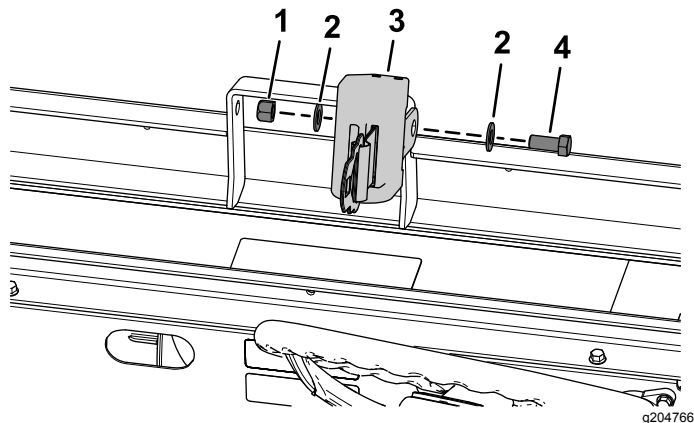

Figura 21
4. Montate una cintura di sicurezza utilizzando un bullone a testa esagonale (7/16 x 1"), 2 rondelle piane (7/16") e un dado di bloccaggio (7/16") come illustrato nella Figura 21.